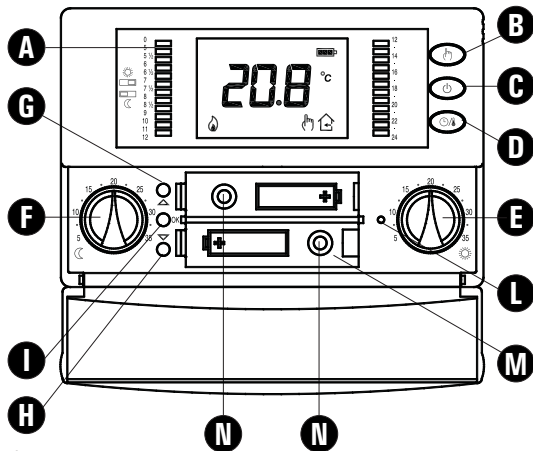

Fig. 4
- Inserire le batterie nel vano batterie (M di Fig. 4); vedi paragrafo 'INSERIMENTO/SOSTITUZIONE BATTERIE'.
Inserire le pile rispettando le polarità indicate nell'apposito vano (Fig. 4) ed eseguire l'operazione di reset agendo con un oggetto appuntito attraverso l'apposito foro (L di Fig. 4). **NON USARE AGHI.**
'OK': Programmazione/Ora/Conferma (I di Fig. 4);
'▲': Avanti (G di Fig. 4);
'▼': Indietro (H di Fig. 4);
Il cronotermostato è dotato di 24 cavalieri (A di Fig. 4), posti ai lati del display per selezionare, durante l'arco della giornata, le fasce di 'Comfort' o 'Riduzione'.
Ad esempio si noti che l'intervallo di tempo dalle 00 alle 05 della mattina e' attivato da un unico cavaliere, mentre dalle 05 alle 09 della mattina e' possibile intervenire di mezz'ora in mezz'ora. Per tutto il resto della giornata gli intervalli selezionabili sono di un'ora (A di Fig. 4).